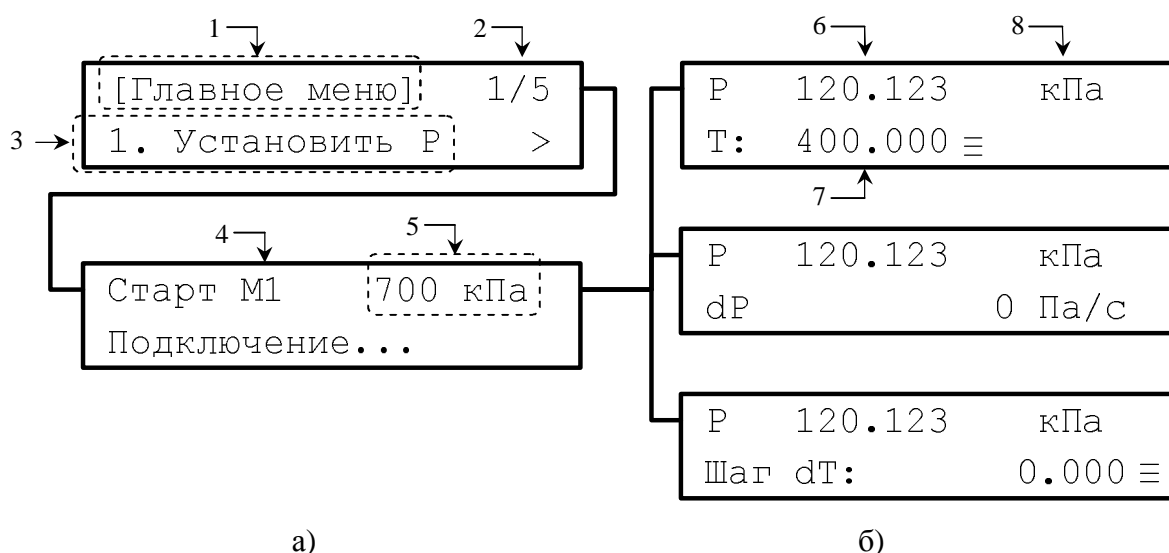
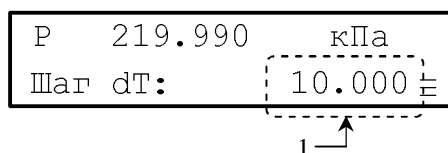

Рисунок 2.4.1
Рисунок 2.6.1
Простая установка целевого давления, в пределах выбранного диапазона, на выходе КД осуществляется в пункте главного меню «Установить Р», структура которого показана на рис. 2.4.1. Выбор данного пункта производится кнопками ▲, ▼ (либо ) (в случае, если активно какое-либо из подменю, предварительно необходимо выйти в главное меню последовательным нажатием кнопки ◀). Выбрав данный пункт, на дисплее отображается название текущего меню (1), текущий номер пункта (2) из общего количества пунктов данного меню и название пункта (3) (рис. 2.4.1, а). Нажатием кнопки ▶ (либо ) осуществляется вход в окно редактирования значения уставки и запуска регулятора давления (рабочее окно). При этом на экране кратковременно возникает информационное окно, показанное на рис. 2.4.1, а), отображающее имя текущего активного модуля (4), и верхний предел измерения текущего диапазона активного модуля (5).
В рабочем окне отображается текущее значение давления (6) на выходе КД и уставка (7) в выбранных единицах измерения (8) (рис. 2.4.1, б).
Переход к режиму отображения скорости изменения давления из режима установки давления осуществляется кнопками ▲, ▼ (либо ) (последовательность смены функциональных окон см. на рис. 2.4.1.б). Данный режим может быть использован для проверки герметичности самого КД и пневмомагистрали, в схеме подключения КД.
кнопками ▲, ▼ (либо ) (последовательность смены отображений см. на рис. 2.4.1.б). Экран при этом имеет вид, изображенный на рис. 2.6.1.
Нажатие любой кнопки выводит в рабочее окно (см. рис. 2.4.1, б).
При выбранном пункте «П/Авто» в меню «Сценарий» кнопкой ► (либо ) осуществляется вход в режим полуавтоматического выполнения сценария. При этом на экране кратковременно возникает информационное окно, показанное на рис. 2.4.1, а), отображающее имя текущего активного модуля, и ВПИ текущего диапазона активного модуля.
При выбранном пункте «Авто» в меню «Сценарий» кнопкой ► (либо ) осуществляется вход в режим автоматического выполнения сценария. При этом на экране кратковременно возникает информационное окно, показанное на рис. 2.4.1, а).